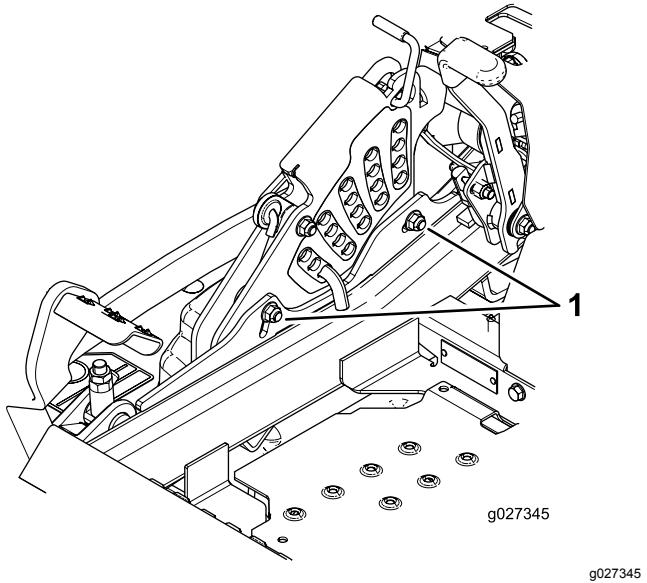

Figura 101
11. Para ajustar el sistema de ajuste de un solo punto, afloje los 2 pernos situados cerca del borde inferior de la pletina de altura de corte (Figura 101).
- 13. Apriete los 2 pernos en el borde inferior de la pletina de altura de corte (Figura 101).